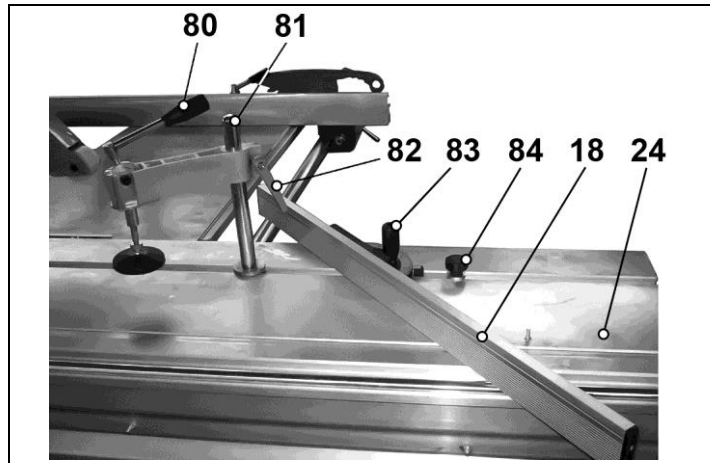

Рис. 21
8.8. Установка углового упора и струбицы, Рис. 21
8.8.1. Как показано на Рис.21, в паз стола каретки (24) установите и закрепите стойку струбицы (81). Для регулировки по высоте ослабьте ручку фиксации (82). Фиксация заготовки производится ручкой эксцентрика (80). Для получения стабильных результатов необходимо надёжно закреплять заготовку на столе каретки (24).